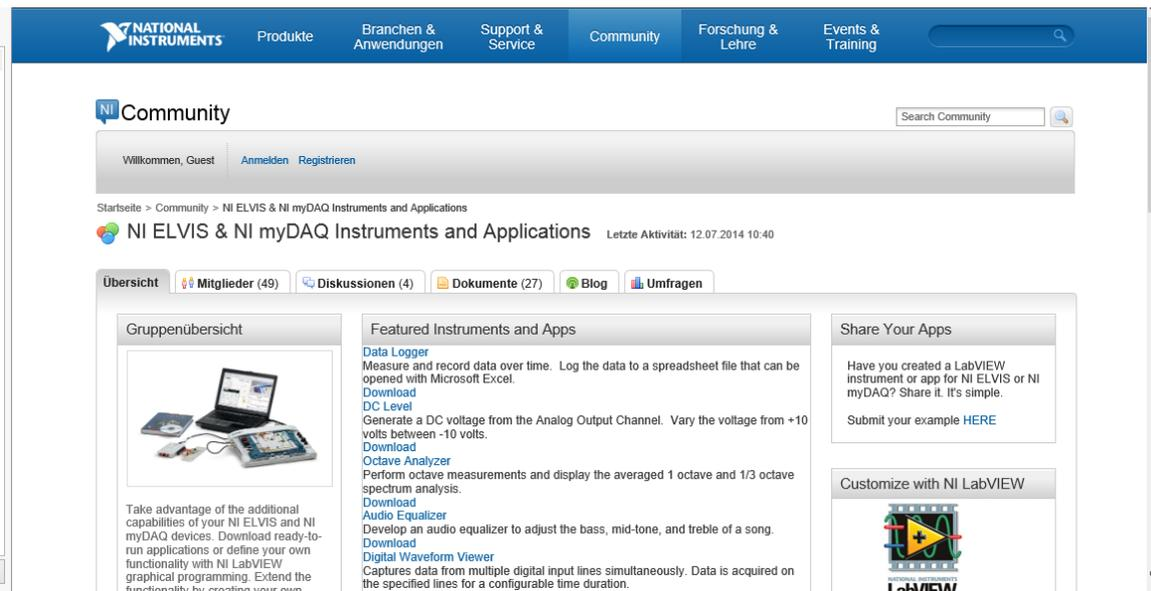

Abb.4.1.3: Noch mehr SFPs für myDAQ-Module
Klicken Sie auf das Icon im Feld ❹ ('Get More Instruments'), so werden Sie via Internet zu einer Seite geleitet, auf der Sie u.a. die (englischsprachige) Community zu ELVIS/myDAQ und weitere SFP-Instrumente von dritter Seite finden, **Abb.4.1.3**: